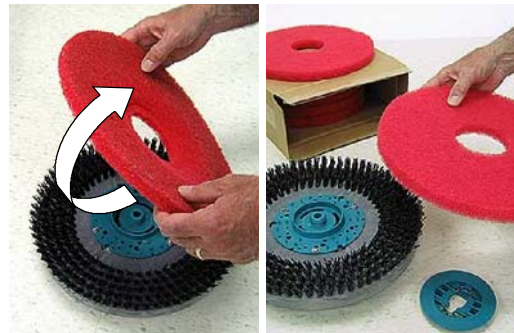

РИС. 90
5. Дисковая чистящая головка – Переверните прокладку, либо замените, если она износилась (Рисунок 90).